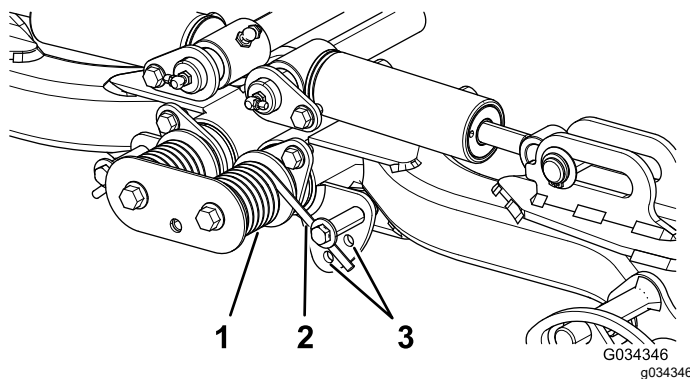

Figure 34
2. Insérez un tube ou un objet similaire sur l'extrémité longue du ressort pour détendre le ressort pendant le réglage (Figure 34).
3. Tout en détendant le ressort, retirez le boulon et le contre-écrou de fixation de l'actionneur de ressort au support (Figure 34).